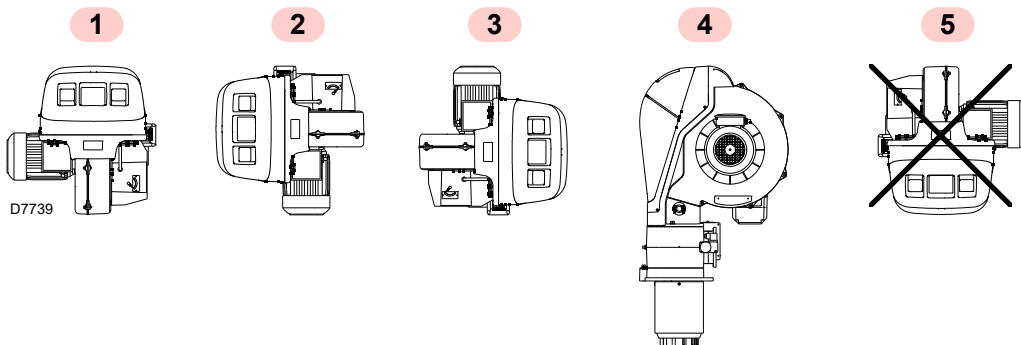

Рис. 11
- Горелка предназначена исключительно для функционирования в положениях 1, 2, 3 и 4 (Рис. 11).